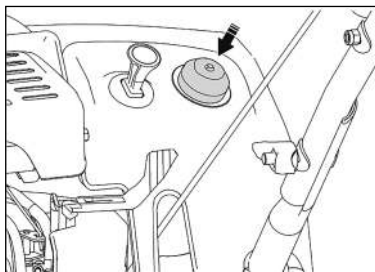

Рис. 11
5. Нажмите 3 раза на кнопку праймера (рис. 11).
12. При низкой температуре окружающего воздуха (ниже  $-10^{\circ}\text{C}$ ) перед каждой попыткой запуска может понадобиться 1-2 дополнительных нажатия на кнопку насоса подкачки топлива (праймер, рис. 11). Не следует слишком активно использовать праймер во избежание залива свечи зажигания топливом.